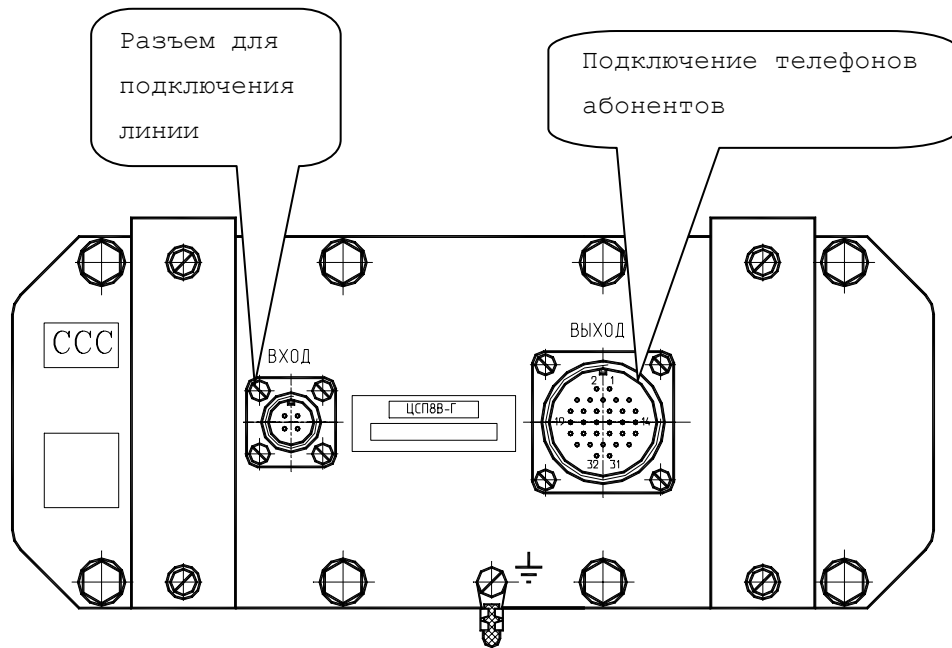

Рисунок 5. Блок ЦСП16В-Г в герметичном корпусе
- в герметичном корпусе (только вынос), см. Рисунок 5;